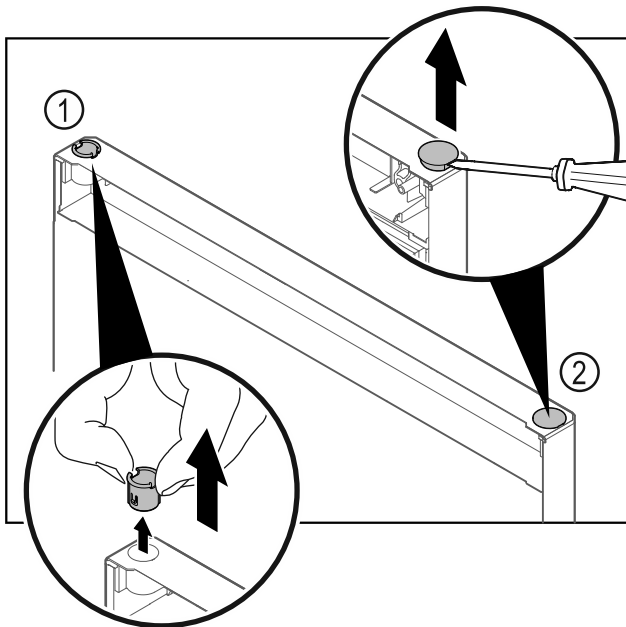

Fig. 29
- ▶ Витягніть шарнірну втулку Fig. 29 (1) пальцями.
- ▶ За допомогою шліцевої викрутки обережно підніміть заглушку Fig. 29 (2) та витягніть її.